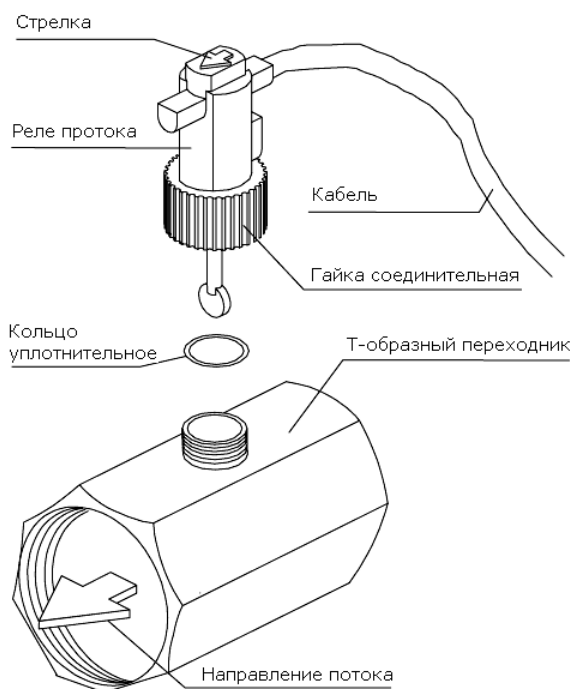

Рис. 6
- Реле при необходимости снимается после отвинчивания пластиковой гайки. При установке его обратно проверьте правильность положения уплотнительного кольца (см. рис. 6).